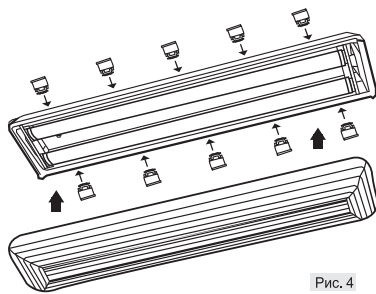

Рис. 4
6. Наденьте рассеиватель на светильник и закрепите его при помощи клипс (Рис. 4).